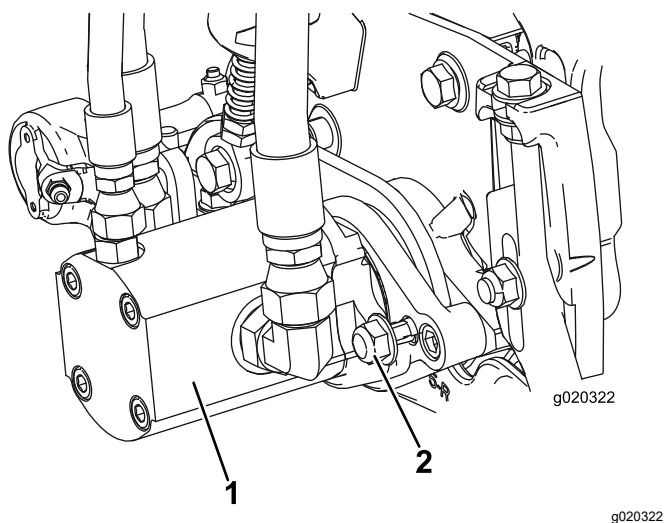

Figura 11
16. Instale o motor rodando-o no sentido dos ponteiros do relógio de forma que as flanges do motor se afastem das porcas de bloqueio (Figura 11). Rode o motor no sentido contrário aos ponteiros do relógio até que as flanges envolvam e apertem as porcas.